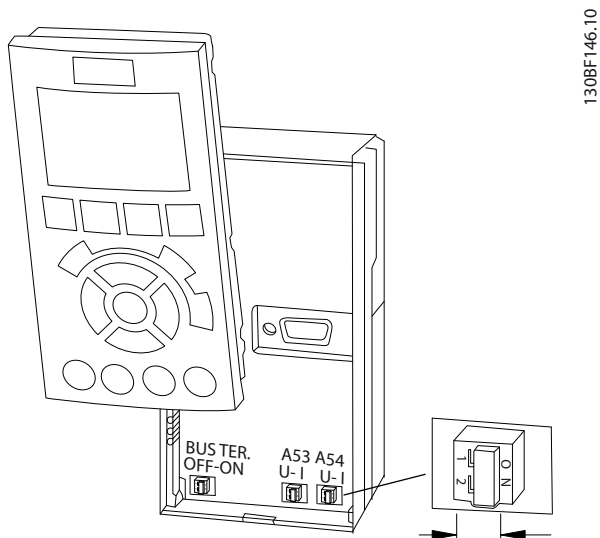

Abbildung 5.23 Lage der Schalter für die Klemmen 53 und 54
- Ein Schalter (BUS TER.) auf der Steuerkarte dient zum Zuschalten des Busabschlusswiderstands. Siehe *Abbildung 5.23*.